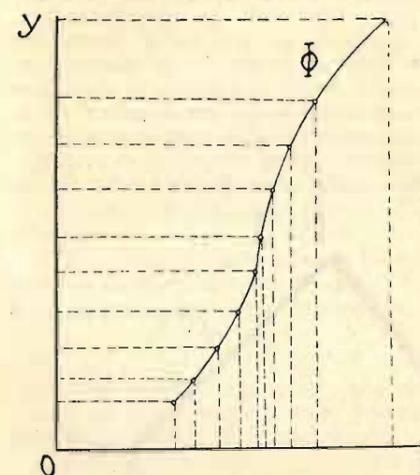

Fig. 5.
dente della funzione. Così si procede e ci si arresta quando in relazione alla forma che ne risulta per la curva rappresentativa della funzione la esattezza raggiunta è uguale o maggiore di quella richiesta. Si riuniscono infine i diversi punti così ottenuti e la linea continua che ne risulta viene a rappresentare graficamente la (1), come a fig. 5.